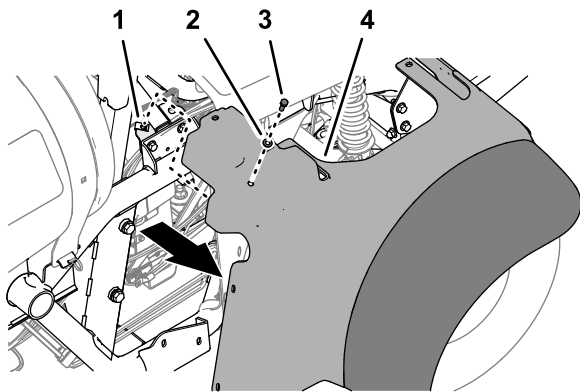

Figura 42
4. Retire el tornillo (5/16" x 1") y la arandela (5/16") que sujetan el guardabarros delantero derecho al soporte del travesaño (Figura 42).